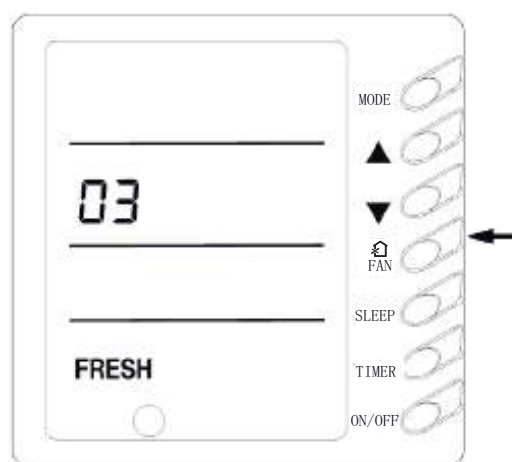

Рис.3.14
7. Настройка клапана свежего воздуха (Рис. 3.14)